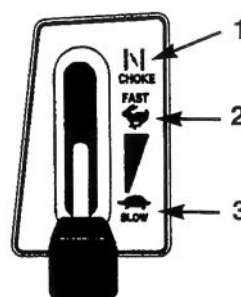

Figure 10
5. Mettre la commande des gaz sur CHOKE (STARTER) (Fig. 10).
7. Quand le moteur a démarré, amener lentement la commande des gaz sur FAST (RAPIDE) (Fig. 10). Si le moteur cale ou hésite, ramener la commande des gaz sur CHOKE pour quelques secondes. Ramener ensuite la commande sur FAST. Renouveler l'opération le cas échéant.
Mettre la commande des gaz sur SLOW (LENT) (Fig. 10).